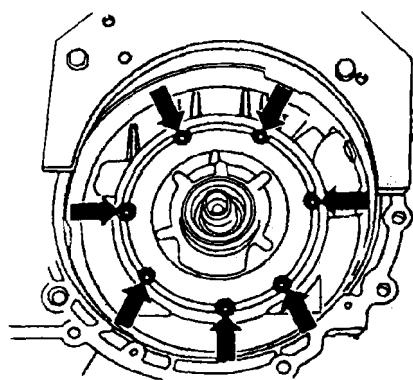

图 5-16 拆下自动变速器油泵螺栓
- (9) 拆下自动变速器油泵螺栓, 如图 5-16 箭头所示。